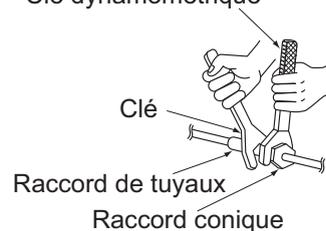

Fig. 14
- Veillez à utiliser conjointement une clé et une clé dynamométrique comme indiqué sur le dessin, lorsque vous branchez des tuyaux sur l'unité ou que vous les en débranchez. **(Reportez-vous à la Fig. 14)**